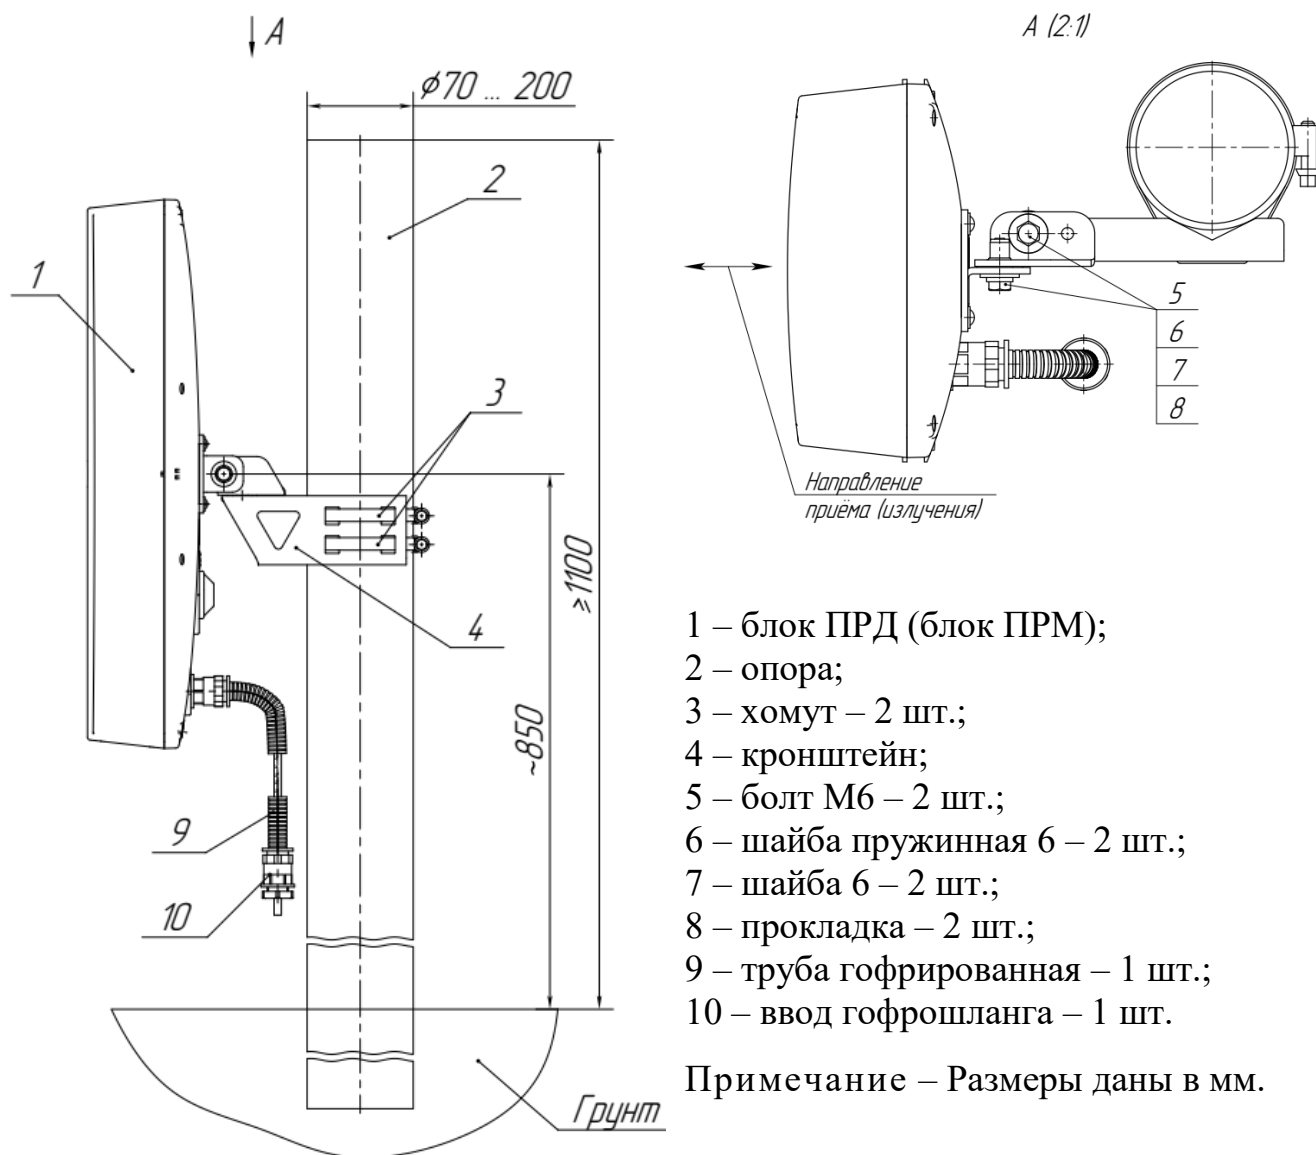

Рисунок 2.5 – Установка блока ПРД (блока ПРМ) извещателей «ФОРТЕЗА-М300-А», «ФОРТЕЗА-М500-А» на опоре
2.3.4.3 Установка блока ПРД (блока ПРМ) на кронштейне поз.4 (рисунок 2.5), состоящего из швеллера 2 и уголка 3, показана на рисунке 2.6.
затянуть болты поз.5 извещателей «ФОРТЕЗА-М300-А», «ФОРТЕЗА-М500-А» (см. рисунок 2.5).